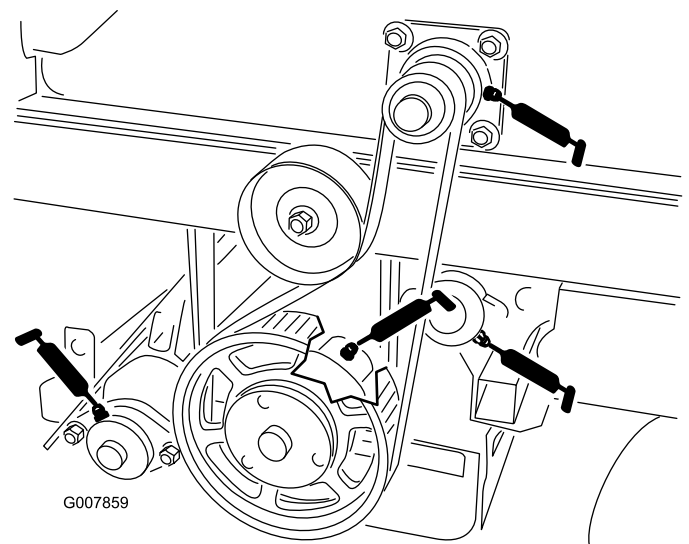
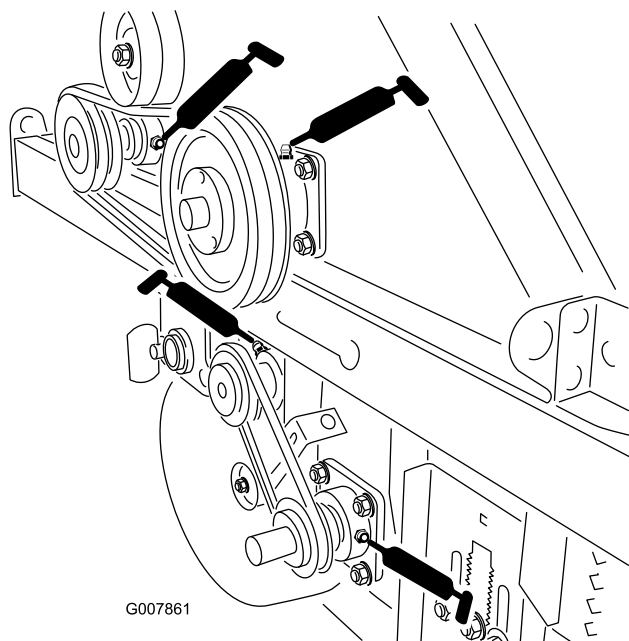

図 40
図 42
- ・ チョッパーアセンブリ2ヶ所 図 42 と 図 40
- ・ 回転コーナー2ヶ所 図 42と 図 40
- ・ ピックアップブラシ2ヶ所 図 42 と 図 40
- ・ 後ローラ2ヶ所 図 40